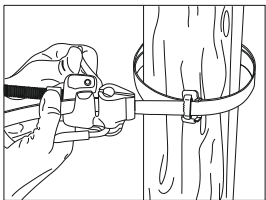

Рисунок 5
– прижать изделие, которое требуется закрепить к опоре, и пропустить ленту бандажную через технологические отверстия в изделии. Свободный конец ленты пропустить через скрепу СГ-20/СУ-20 и вложить в паз головки инструмента ИНСЛ-1 (рисунок 5);